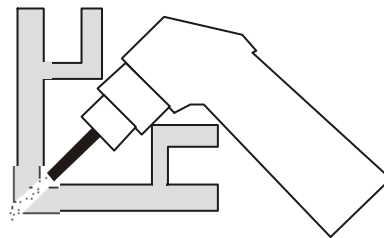

Abb. 7
5. Wenn man den Schnitt in einem Winkel bzw. einer Ecke führt (siehe Abb. 7), empfehlen wir die verlängerte Elektrode und Düse zu verwenden. Es ist jedoch erforderlich mit einer geringeren Schneidleistung gegenüber der kurzen Ausführung zu rechnen.